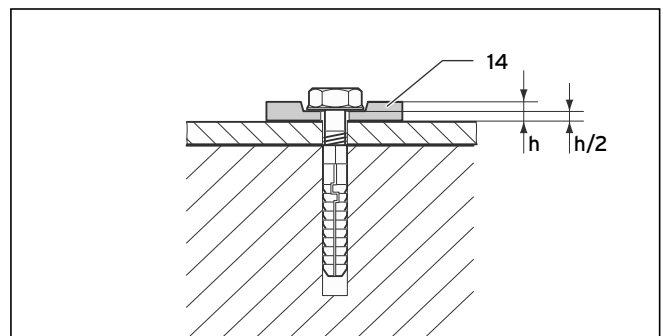

Рис. 4.36 Крепление гибкими подкладными шайбами
Обязательно используйте 4 гибких подкладных шайбы (14), чтобы можно было сбалансировать растяжение материала. Спрессуйте подкладные шайбы на 50 %, см. рис. 4.36.